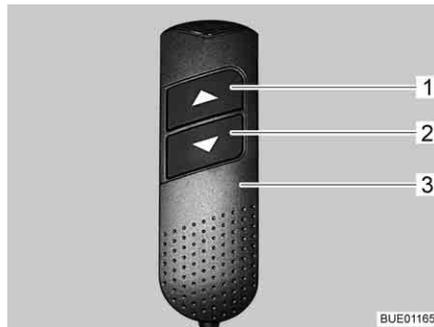

Fig. 134 Unidade de comando manual
- Na unidade de comando manual (Fig. 134,3), prima a tecla "▼" (Fig. 134,2) e mantenha-a premida. A parte dos pés é recolhida. As cabeceiras são levantadas.
- Na unidade de comando manual (Fig. 134,3), prima a tecla "▲" (Fig. 134,1) e mantenha-a premida. A parte dos pés é puxada para fora. As cabeceiras são descidas.
- Na unidade de comando manual (Fig. 134,3), prima as teclas "▼" (Fig. 134,2) ou "▲" (Fig. 134,1) durante o tempo necessário até ter obtido a posição pretendida.